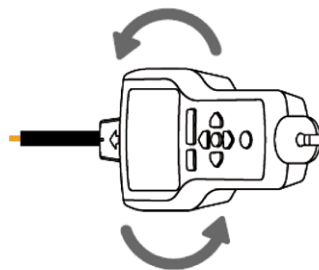

Figura 3.1i:
6. Per verificare la direzione del cavo, ruotare periodicamente il ricevitore di 90 gradi. La potenza del segnale sarà più alto quando il cavo è allineato con la scanalatura del sensore punta (Figura 3.1i).